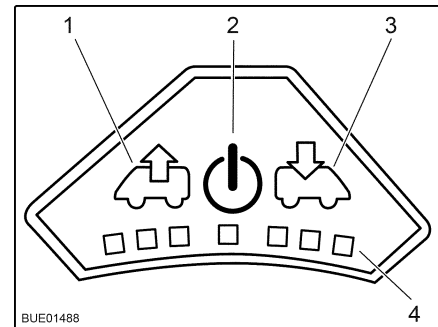

Bild 57 Fläkttreglage
- Slå på:** ■ Tryck på På/Av-knappen (Bild 57,2). Fläkten går i komfortläge (vädring med lägsta fläktvarvtal).
- Avluftning:** ■ För att höja fläktvarvtalet: Tryck på vädringsknappen (Bild 57,1). Fläktvarvtalet i vädringsriktningen ökar en nivå. Lysdioderna (Bild 57,4) visar de olika nivåerna.
■ För att minska fläktvarvtalet: Tryck på ventilationsknappen (Bild 57,3). Fläktvarvtalet minskar en nivå.
- Ventilera:** ■ För att höja fläktvarvtalet: Tryck på ventilationsknappen (Bild 57,3). Fläktvarvtalet i ventilationsriktningen ökar en nivå. Lysdioderna (Bild 57,4) visar de olika nivåerna.
■ För att minska fläktvarvtalet: Tryck på vädringsknappen (Bild 57,1). Fläktvarvtalet minskar en nivå.
- Slå från:** ■ Tryck på På/Av-knappen (Bild 57,2). Fläkten stannar och lamporna släcks.